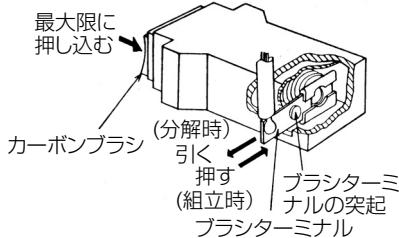
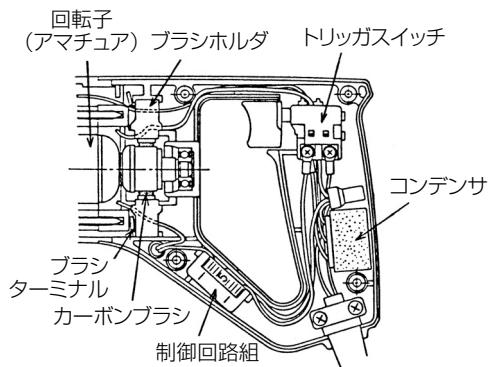

図 27
図 28
- (2) カーボンブラシを押さえながらブラシホールダをハウジングから抜き出します。このとき小さいマイナスドライバーなどでブラシホールダを持ち上げると抜き出しやすくなります。また、リード線を無理に引っ張ったり、傷をつけたりしないよう十分注意してください。
- (3) カーボンブラシをブラシホールダ内に最大限に押し込んだ状態でブラシターミナルをカーボンブラシから抜きます。(図27)
- (4) カーボンブラシをブラシホールダから取出します。
- (1) カーボンブラシをブラシホルダの中に入れ、最大限に押し込んだ状態で図 27 のようにブラシターミナルを挿入します。
- (2) カーボンブラシを押さえながらブラシホルダをハウジングに挿入します。
- (3) 内部配線類が図 28 のように正規の位置にあること、また内部配線類が回転子（アマチュア）に接触しないことを十分確認してください。
- (4) 内部配線類がハウジングとの間にかみ込まれないよう十分注意してハンドルカバーをかぶせ、小ねじを締付けてください。